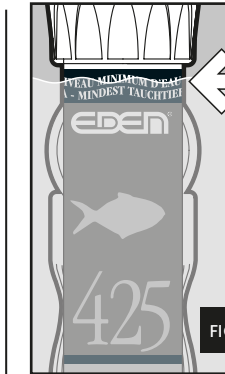

FIG. 1
- ◆ The heater must be submersed to at least the "MINIMUM WATER LEVEL" indication (fig. 1).
To obtain the best distribution of heat in the tank, place the heater inside the aquarium so that the water can circulate freely around the glass tube, with the heating element part at the bottom of the aquarium. Otherwise the thermostat cannot work correctly. The heater is fully submersible and for correct functioning it must be submersed at least till the "MINIMUM WATER LEVEL" mark (fig. 1).
- ◆ Le chauffage doit être immergé au minimum jusqu'à l'indication "NIVEAU MINIMUM DE L'EAU" (fig. 1).
- Le chauffe-eau est complètement submersible et pour fonctionner correctement il doit être immergé au moins jusqu'au repère "NIVEAU MINIMUM DE L'EAU" (fig. 1).
- ◆ **De staafverwarming moet minimaal tot het streep "MINIMUM WATER LEVEL" (afb. 1) onder water zitten.**
- Voor een ideale verdeling van de warmte is de staafverwarming op een plek te zetten, met een zo goed als mogelijk watercirculatie. Het moet verticaal het verwarmingselement richting aquarium bodem worden vast gezet. De staafverwarming kan volledig worden ondergedompeld maar moet minimaal tot het streep "MINIMUM WATER LEVEL" (afb. 1) onder water zitten.
- ◆ **El termocalentador se sumergirá como mínimo hasta la indicación "NIVEL MÍNIMO DE AGUA" (fig. 1).**
El termocalentador es completamente sumergible, y para que funcione correctamente se debe sumergir al menos hasta la marca "NIVEL MÍNIMO DE AGUA" (fig. 1)